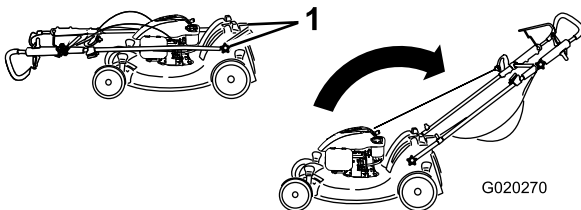

Figure 3
1. Retirez les boutons du guidon du carter de la machine (Figure 3).
3. Montez et serrez les boutons du guidon que vous avez retirés à l'opération 1 (Figure 3).